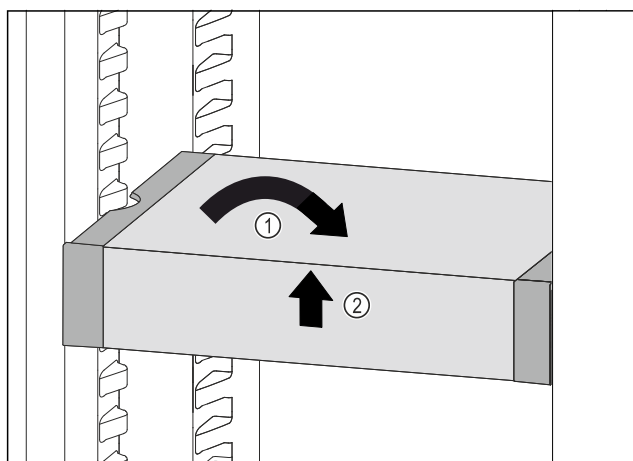

Fig. 149
- VarioSafe postavte rovně. Fig. 149 (1)
- VarioSafe vpředu zvedněte. Fig. 149 (2)